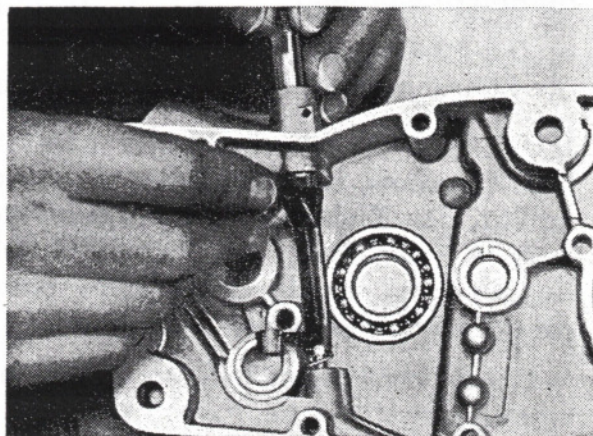

Abb. 44 Schaltgabel einbauen
- a) Schaltgabel mit Scheibe, siehe Abb. 44, einsetzen und Schaltgabelwelle in die Gehäusebohrung so einsetzen, daß diese in die Schaltgabel eingreift,